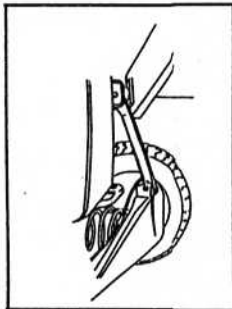

Figure 1
2. Soulevez le véhicule par un palan en contact avec le châssis ou un cric pneumatique. Placez les patins du palan à l'avant des tiges de la jambe de suspension du bras de contrôle inférieur. Soulevez le véhicule de façon à ce que la suspension pende librement. Fig. 1
2. Levante el vehículo por medio de un elevador de contacto en el chasis o gato de aire. Coloque las almohadillas de levante hacia adelante de las varillas del tirante del brazo de control inferior. Levante el vehículo de modo que la suspensión quede colgando. Fig. 1.
2. Raise the vehicle by a frame contact hoist or air jack. Place the hoist pads forward of the lower control arm strut rods. Raise the vehicle so that the suspension is allowed to hang free. Fig. 1